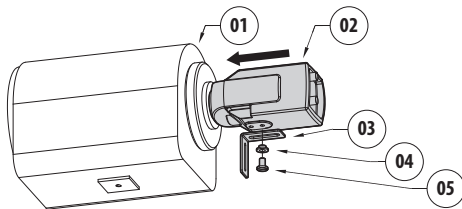

Abb. 9
Es ist möglich einen H-20 Abstandhalter (02) an der Optik zu befestigen. Die Kamera zusammenstecken und die L-Bügel befestigen (Abb. 9, Seite 15). Legen Sie einen Abstandhalter aus Plastik (01) in der gewünschten Dicke dazwischen und befestigen Sie ihn mit Unterlegscheibe und Schraube (03).